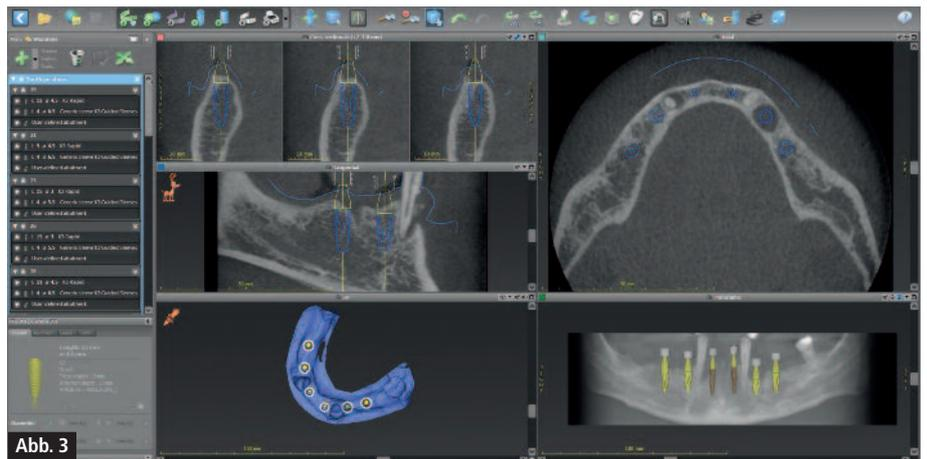

Abb. 3
- Abb. 3:** Ansicht Implantatplanung gesamt.